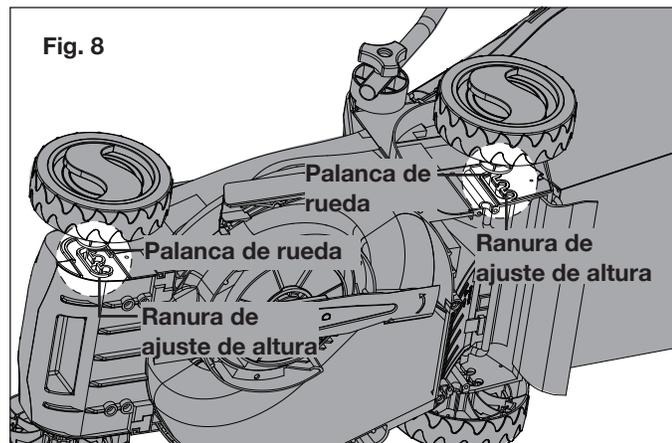

Fig. 8
2. Las ranuras de ajuste de altura están detrás de cada rueda. Para ajustar la altura, recueste la podadora de césped en un lado. Jale las palancas de rueda fuera de sus ranuras originales, e insértelas en las ranuras deseadas moviendo la ruedas en cada lado (Fig. 8).